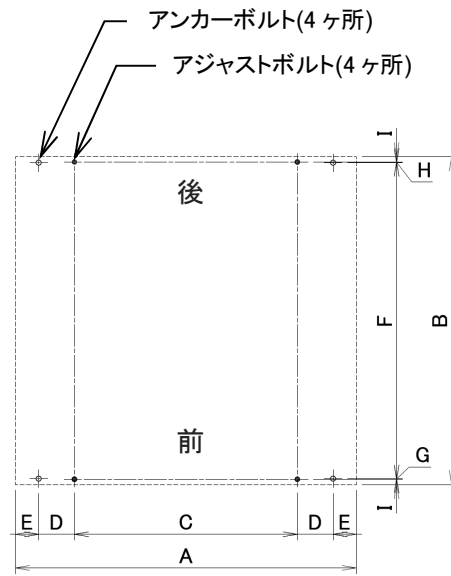

図 4-2
- 1) 機械の据付は、機械自重による床荷重(630kg/m²)に充分耐えられる所で、かつ、水平な所であれば、特別な基礎工事の必要はなく、簡易基礎にて水平を出し、4本のアンカーボルトにて固定するだけで充分です。ただし、特に地盤の弱い所は、(図 4-2)を参照の上基礎工事をしてください。また、機械の据付は水平器を用いて、左右は水平にし、機械の前後方向は機械前側が少し上がり気味になるように据付してください。